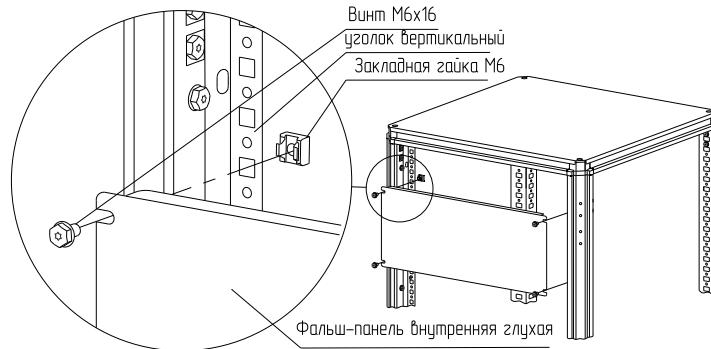

Рисунок 21
– вариант 2. Набором «закладная гайка M6 – винт M6x16 – шайба 6.4». Для этого предварительно установите закладные гайки в квадратные отверстия уголков вертикальных и закрепите внутреннюю глухую фальш-панель винтами M6x16 с шайбами 6.4 (рисунок 21). Момент затяжки – 7 Н·м. Набор крепежа приобретается отдельно.